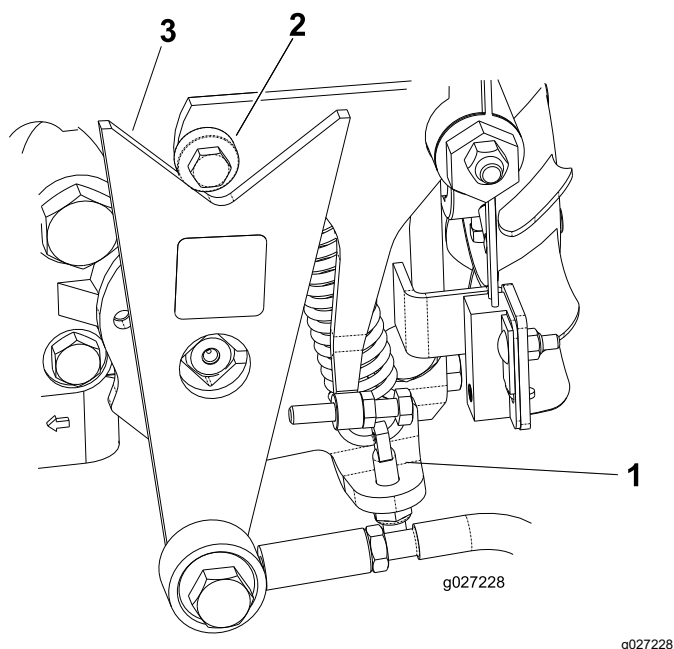

図 49
- ・ 回転方向が正しければ、エンジンを停止し、スプリング調整ピンのロックナットの調整を行う 図 49。走行系統のニュートラル調整を行う 走行ドライブのニュートラル調整 \(ページ 28\)を参照。